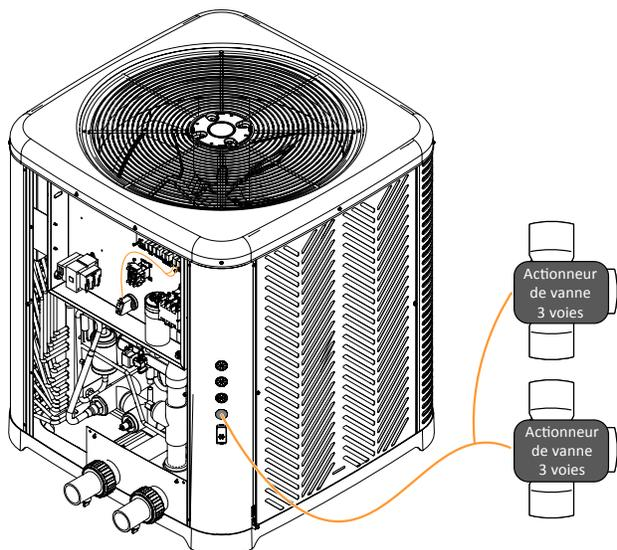

Figure 133. Câblage des actionneurs de vanne
1. Suivez les instructions générales de câblage des équipements externes afin de raccorder le faisceau du ou des actionneurs des vannes à la carte de contrôle de l'appareil. Voir Figure 133.